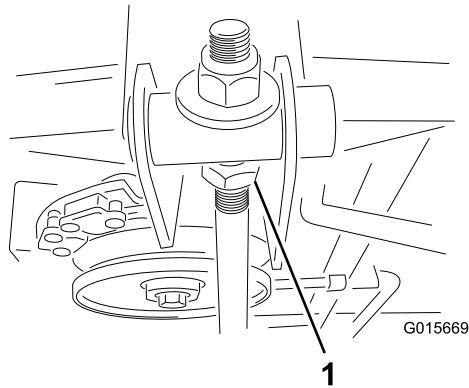

Figura 38
7. Afloje la contratuerca (Figura 38).